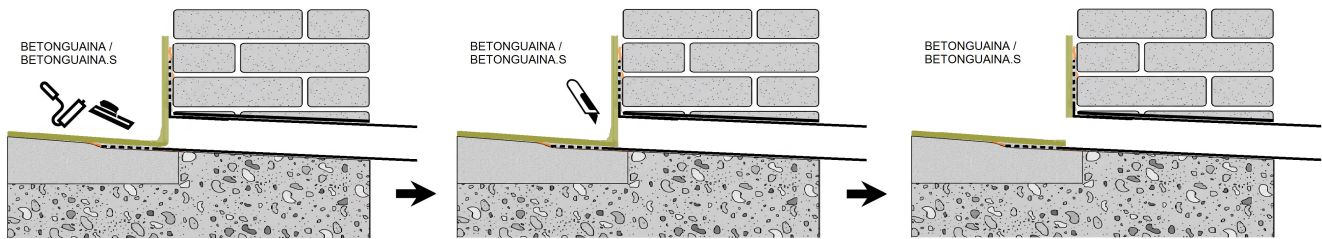

Fig. 4: realizzazione del manto impermeabilizzante e finitura
► Realizzazione del manto impermeabilizzante (vedi Fig. 4)